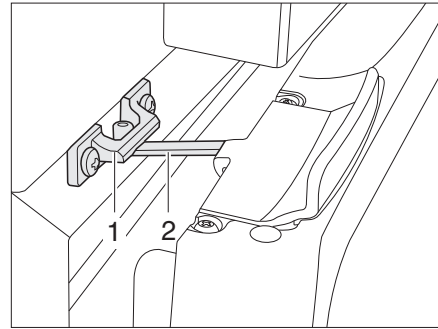

Fig. 143 Puerta del frigorífico en posición de ventilación (Thetford)
- Abrir el bloqueo (Fig. 143,2) y engatillarlo en el alojamiento del bloqueo (Fig. 143,1). De este modo, la puerta del frigorífico quedará ligeramente abierta.